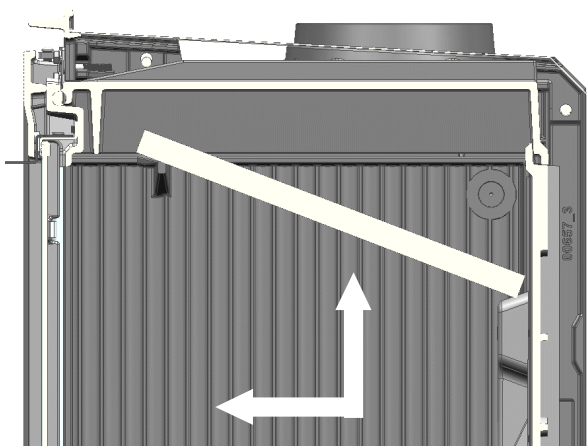

Fig.1
1. Deslize a placa defletora para frente e para cima até que os pivôs sejam removidos dos laterais dos alojamentos do defletor (Fig.1).